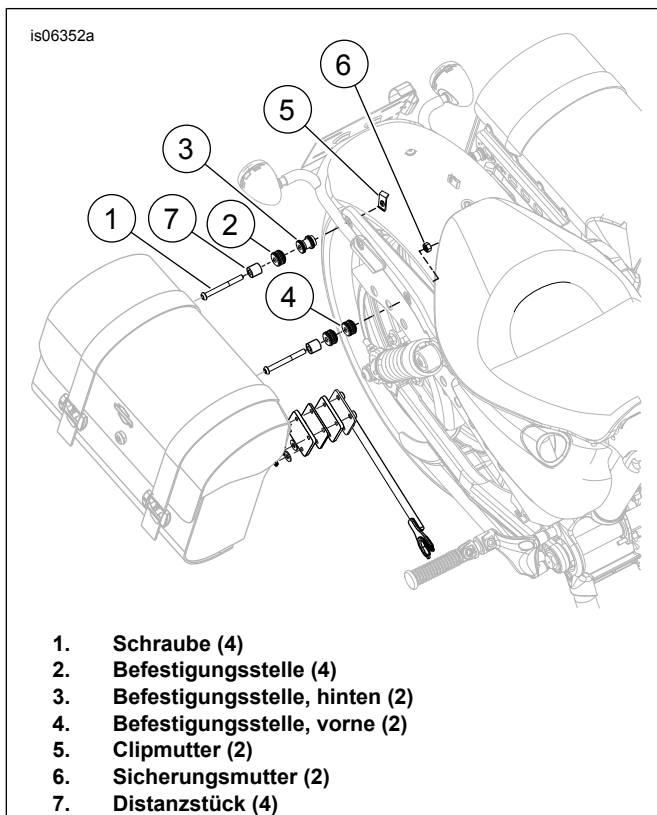
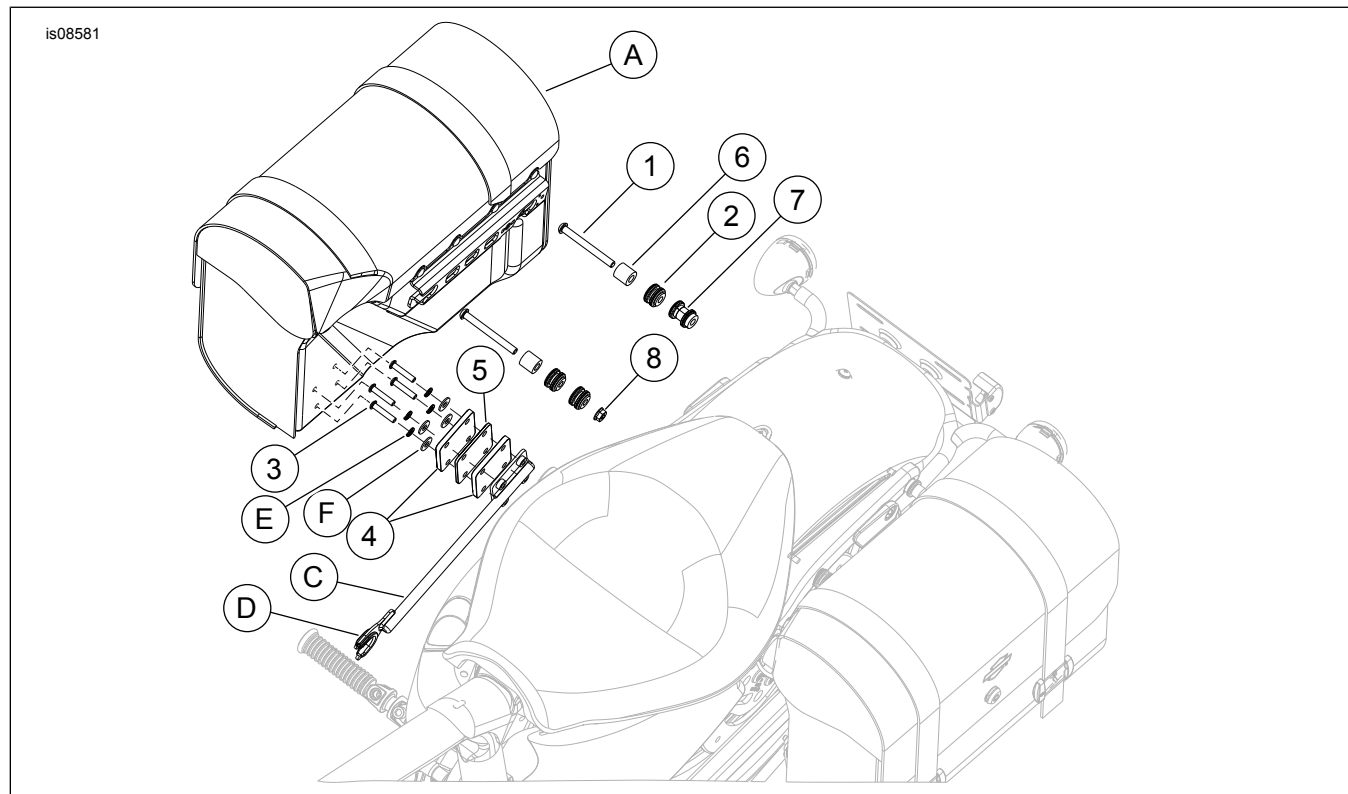

Abbildung 2. Anordnung der Befestigungsteile für die Befestigungspunkte
Abbildung 3. Ersatzteile: Montagesatz
Siehe Abbildung 3 und Tabelle 1.
1. Siehe Abbildung 2. Eine Schraube (1), einen vorderen Befestigungspunkt (4), ein Distanzstück (7) und die zuvor entfernte Sicherungsmutter (6) bereitlegen. An einem Ende jedes Befestigungspunkts befindet sich ein Ring mit kleinerem Durchmesser. **Für Motorräder mit zusätzlichen abnehmbaren Sätzen:** Für Installationen vorne wie hinten Befestigungspunkte (2) an Stelle eines Distanzstücks (7) verwenden.
4. Ein Distanzstück (7), eine Schraube (1) und einen hinteren Befestigungspunkt (3) aus dem Satz nehmen sowie die zuvor entfernte Clipmutter (5) bereitlegen. An einem Ende jedes Befestigungspunkts befindet sich ein Ring mit kleinerem Durchmesser. **Für Motorräder mit zusätzlichen abnehmbaren Sätzen:** Für Installationen vorne wie hinten Befestigungspunkte (2) an Stelle eines Distanzstücks (7) verwenden.
8. Siehe Abbildung 3. Dem Satz vier Schrauben (3), zwei Distanzstücke (4) (1/4 in (6,3 mm) dick) und ein Distanzstück (5) (1/8 in (3,2 mm) dick) entnehmen sowie dem Satteltaschensatz 90201328 den Stützarm (C), vier Sicherungsscheiben (E) und vier flache Unterlegscheiben (F) entnehmen.